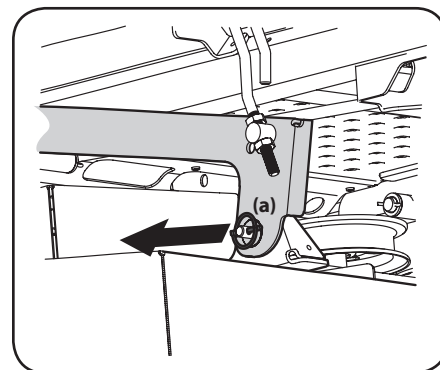

Figure 4-18
6. Repérez la goupille de déverrouillage (a) placée sur chaque côté du plateau de coupe. Retirez les goupilles pour dégager les deux bras de relevage. Voir Figure 4-18.
5. Retirez les goupilles de déverrouillage et placez le plateau de coupe de façon à aligner les trous sur les bras de relevage avec les goupilles. Voir Figure 4-18.